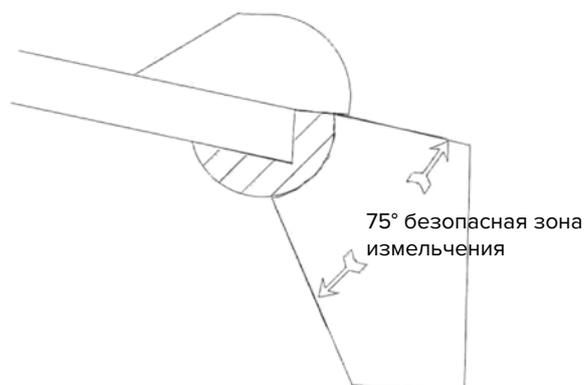

Рис.4: Безопасная зона резания на режущем колесе.
4. Убедитесь, что для разрезания используется только безопасная зона режущего диска (рис. 4).
Используйте только безопасную зону резания режущего диска для обрезки и измельчения пней (см. рис. 4). Резка с любой другой частью режущего диска может привести к травме оператора или повреждению машины.